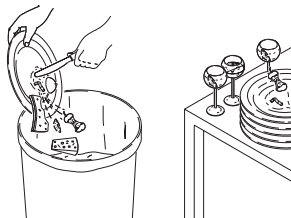

Fig. 13
- remover os resíduos da louça antes de a introduzir na máquina para a sua lavagem (fig. 13)